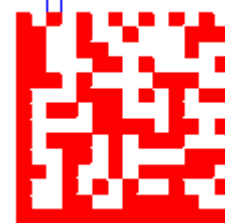

Рис. 4-23. Ширина штрихового кода матрицы данных
**Минимальная Ширина:** ширина единичного штриха (Рис. 4-23)